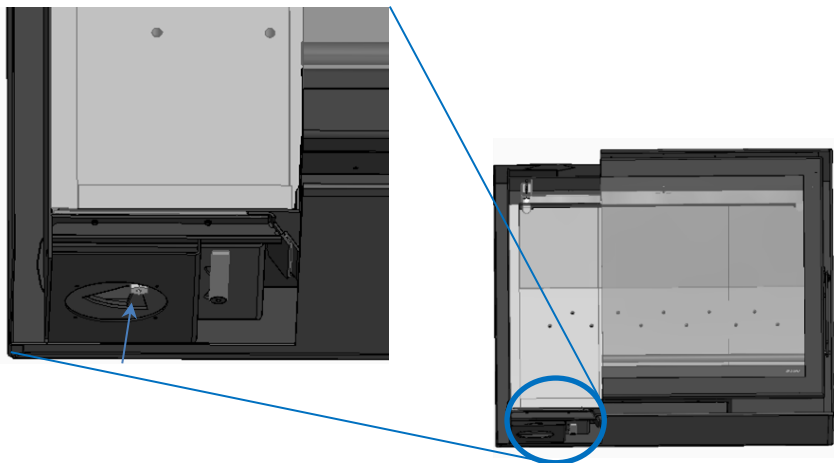

Figure 12 - Entrée d'air pour la combustion
* La prise d'air froid s'effectue sous l'appareil, à l'exception des unités Back Box Eco et Back Box Slim Eco, de sorte que l'appareil aspire l'air froid de la pièce où il est installé, voir Figure 12.